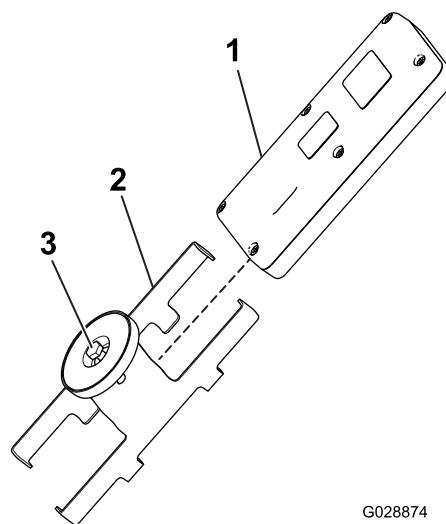

Figura 14
5. Montate il telecomando sulla relativa staffa magnetica, fate scorrere le due metà insieme per fissare il telecomando e serrate il bullone nel magnete (Figura 14).